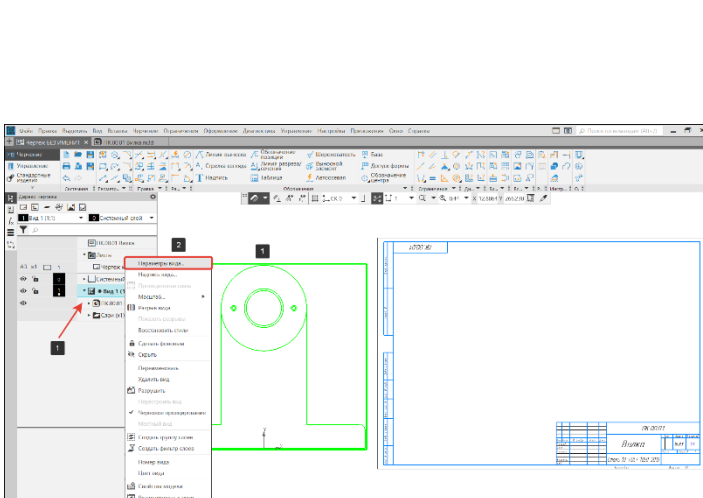

Рисунок 202 -Параметры вида
- Произведем настройку вида. В дереве чертежа кликнем правой кнопкой мыши на строку Вид 1 (1), в диалоговом окне выберем строку Параметры вида (2) (Рисунок 202);